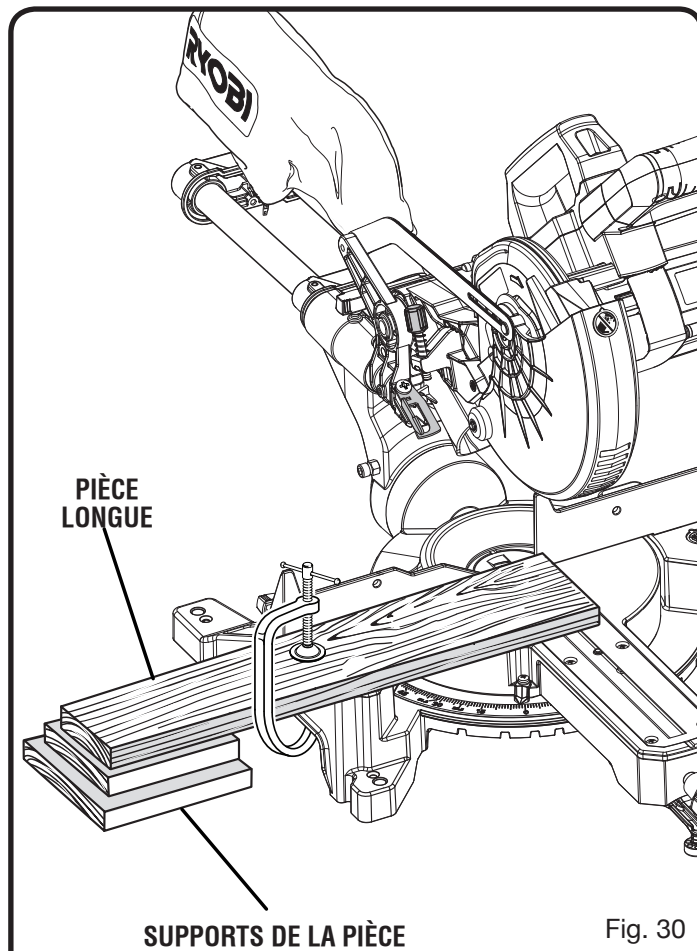

Fig. 30
- Lors de la coupe de planches ou de moulures longues, soutenir l'extrémité libre de la pièce avec un chevalet à rouleau ou un plan de travail se trouvant au même niveau que la scie. Voir la figure 30.
- Lors de la coupe de longues pièces ou moulures, retenez l'extrémité opposée de la pièce avec un support à rouleau ou une surface de travail de niveau avec la table de la scie. *Voir la figure 30.*
Voir la figure 30.